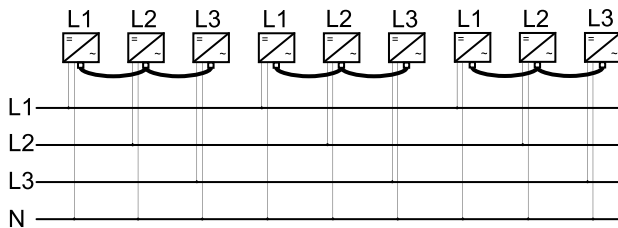

Fig. 2 Instalación en grupos de tres consecutivos
- Los inversores PLATINUM forman grupos de tres inversores (véase fig. 2)